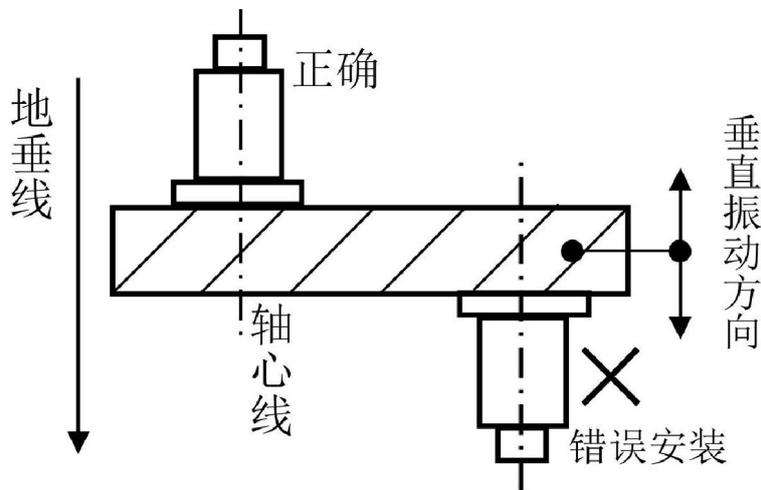
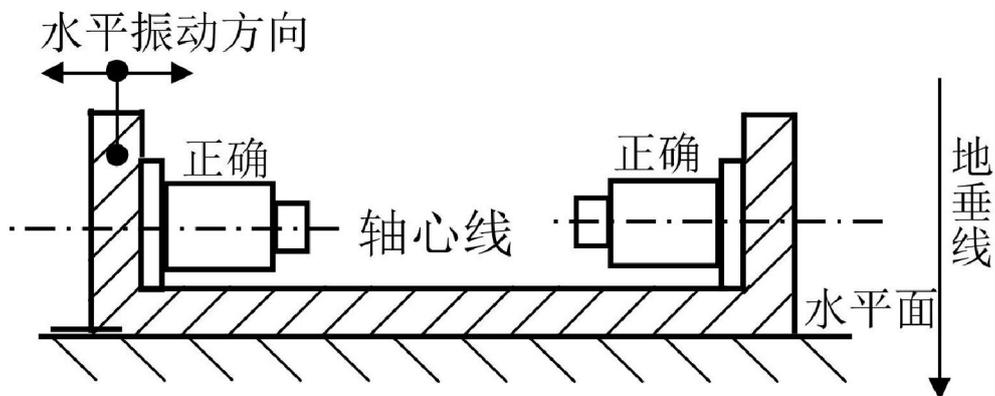

图 5.1 垂直安装
图 5.2 水平安装
1、将传感器安装在待测振动物体上。垂直安装时应将传感器轴心线沿待测振处的地垂线方向安装，并要求底座在下，航空插座在上，不能倒挂安装，见图 5.1。水平安装时则应将传感器轴心线置于水平面内（躺下）并与待测振动方向一致，见图 5.2。